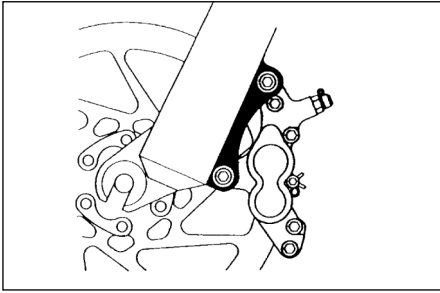
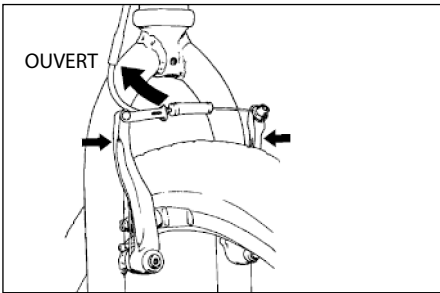

Figure 11.
Figure 12.
- (1) Si votre vélo est équipé de freins sur jante, désengagez le mécanisme de blocage rapide des freins pour augmenter le jeu entre le pneu et les patins de frein (voir la section 4.C, fig. 11 à 15).
- (2) Si votre vélo est équipé de freins sur jante, désengagez le mécanisme de blocage rapide des freins pour augmenter le jeu entre la jante et les patins de frein (voir la section 4.C, fig. 11 à 15).
- (3) Sur un système à dérailleur, tirez le corps du dérailleur vers l'arrière avec la main droite.
3. Certains freins de vélos, tels que les freins à disque (fig. 11) Et les v-brakes (fig. 12), Sont extrêmement puissants. Veillez à bien vous familiariser avec ces types de freins et faites preuve de vigilance lorsque vous les utilisez.
La plupart des freins sont équipés d'une forme de mécanisme à blocage rapide pour permettre le dégagement des patins de frein du pneu lors du démontage ou du montage d'une roue. Lorsque le blocage rapide de frein est en position "ouvert", les freins sont hors fonction. Consultez votre revendeur pour vous assurer que vous savez comment le blocage rapide de frein fonctionne sur votre vélo (voir les figures 11, 12, 13, 14 et 15) et contrôlez que les deux freins fonctionnent correctement avant chaque sortie en vélo.